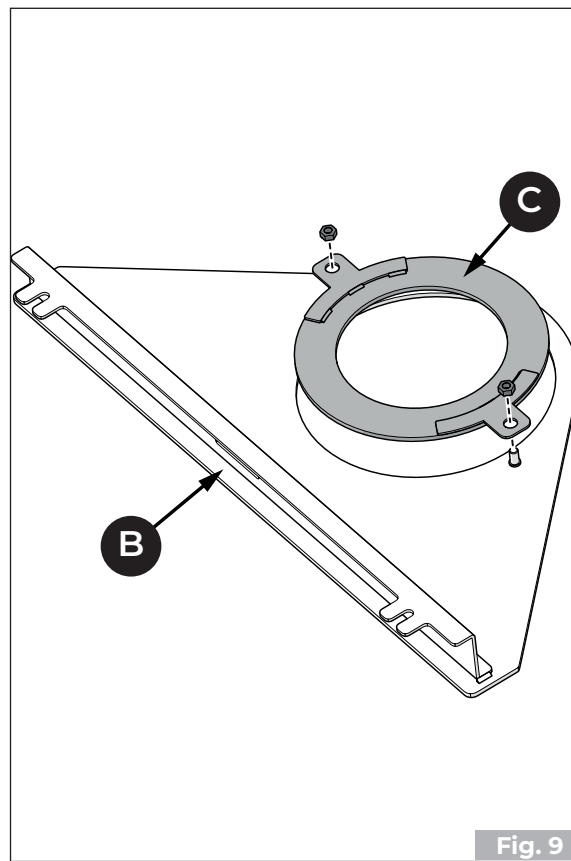

Fig. 9
- Tournez le plan **(B)** et retirez le support **(C)** (**Fig. 9**)